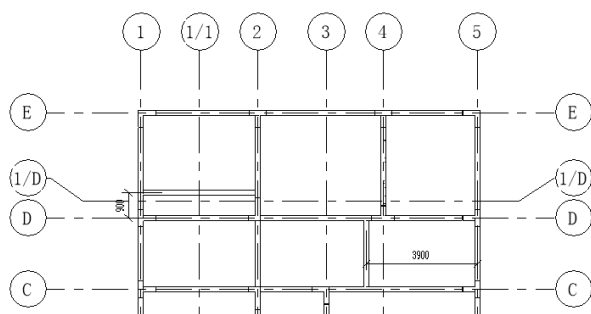

图 6-42 标注尺寸
(8) 单击“注释”选项卡“尺寸标注”面板中的“对齐”按钮，对步骤(7)绘制的梁进行尺寸标注，如图6-42所示。